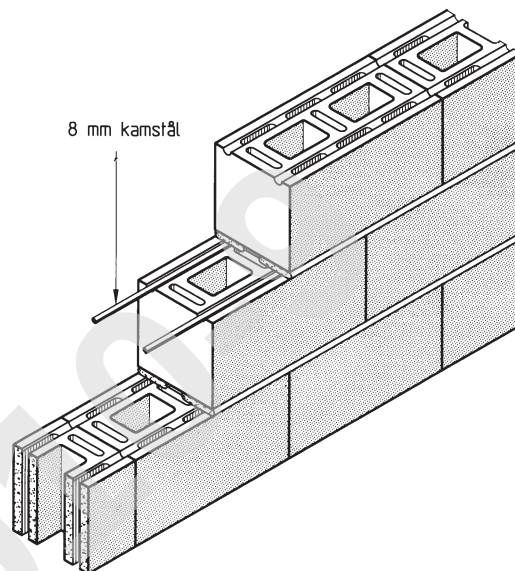

Fig. 241
- 241 *Uisolerte betonghullblokker*, se fig. 241. Murverket armeres i minst hver fjerde horisontalfuge med 8 mm kamstål. Armeringen føres kontinuerlig rundt hjørner og avsluttes mot åpninger for dører o.l. Utstøping og armering av vertikalkanalene kan øke bæreevnen betydelig. Armeringen må være helt omsluttet av mørtel.